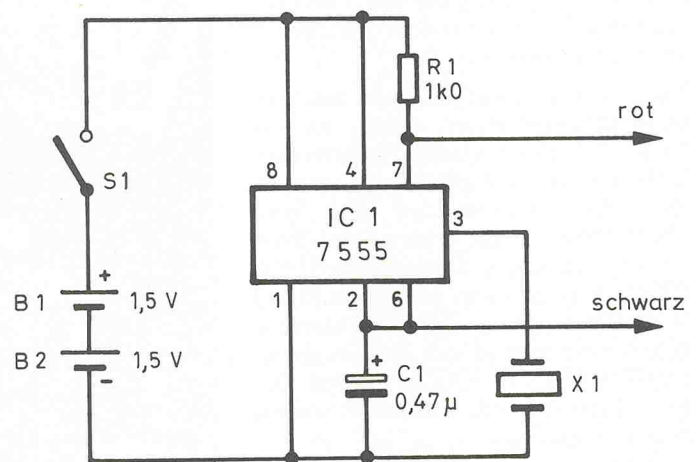

Bild 1. Die Widerstandsflöte besteht im wesentlichen aus nur vier Bauteilen.
Die wirklich einfache Schaltung des Durchgangstesters ist in Bild 1 zu sehen. Sie basiert auf einer Grundschialtung des CMOS-Timers IC1, der als astabile Kippstufe (Multivibrator) geschaltet ist. Einer der beiden frequenzbestimmenden Widerstände ist dabei der an den Prüfklemmen anliegende Widerstand. Die CMOS-Version des Timers wurde deshalb gewählt, weil die Betriebsspannung bis hinab zu 2 V betragen darf — geradezu ideal also für die 3-V-Speisespannung des Durchgangstesters. Obwohl für die Normal-Version des Timers (555) laut Datenblatt eine Mindestspannung in Höhe von 4,5 V gefordert wird, konnte in unseren Laborversuchen auch die Normal-Version an einer Spannung von 3 V betrieben werden. Wenn Sie allerdings auf der sicheren Seite bleiben wollen, setzen Sie gleich die CMOS-Ausführung ein.